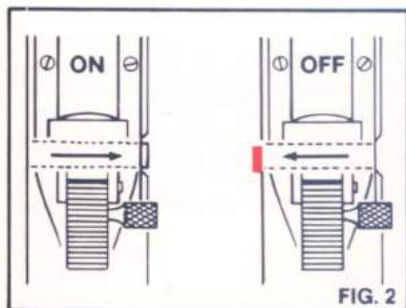
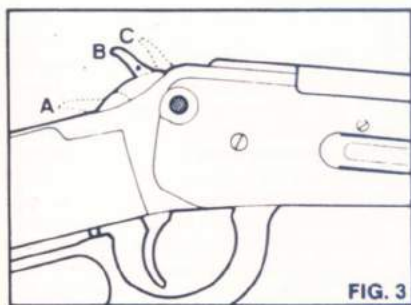
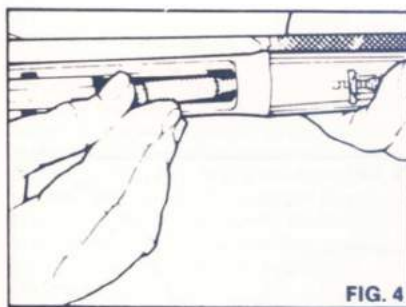
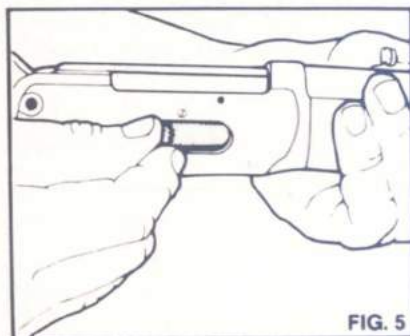

FIG. 2
FIG. 3
FIG. 4
FIG. 5
First, with the gun pointed in a safe direction place the manual hammer stop in the "on" position by pushing it from left to right (Figure 2) until the red "Warning" ring disappears. When the red ring is visible on the left side of the manual hammer stop, it is in the "off" position. The manual hammer stop can be actuated with the hammer in any position.
Now cock the hammer by swinging the lever down and back (Figure 3 position A). Then, firmly hold the hammer back with your thumb. While holding the hammer apply just enough pressure on the trigger and finger lever to release the hammer from the full-cock position. Immediately remove your finger from the trigger and slowly and carefully allow the hammer to lower into the "safety" rebound position (Figure 3 position B).
L'arme étant pointée en direction sûre, engagez d'abord l'arrêteur manuel du chien en poussant à fond la barre de la gauche vers la droite (Fig. 2), faisant ainsi complètement disparaître l'anneau avertisseur rouge. Quand l'anneau rouge est visible sur le côté gauche, le chien est libre. L'arrêteur manuel du chien peut être engagé quelle que soit la position du chien. Maintenant, armez la carabine (position A, Fig. 3) en abaissant le levier de sous-garde et en le ramenant vers le haut. Pour mettre le chien à la position de sûreté du "rebondi" (mi-armé), maintenez d'abord le chien fermement avec votre pouce, puis appliquez sur la détente la pression qui est nécessaire pour relâcher le chien de sa position armée. Otez immédiatement votre doigt de la détente et, tout doucement et avec précaution, laissez le chien s'abaisser en position de sûreté du "rebondi" (position B, Fig. 3).
**HOW TO LOAD** — Use the correct ammunition referenced by the inscription on the barrel. Before loading your gun be sure all grease and oil has been removed from the barrel and chamber, and there is no obstruction. The chamber may be loaded by placing a cartridge directly into the chamber through the opened action (Figure 4), or by transferring a cartridge that was previously loaded into the magazine (Figure 5) to the chamber by operating the finger lever. In either case, always place the manual hammer stop in the "on" position (Figure 2), and the hammer into the safety (rebound), position upon closing the action (Figure 3 position B).
— Employez toujours des munitions du calibre qui est indiqué sur le canon de la carabine même. Avant de charger la carabine, assurez-vous que le canon et la chambre sont propres, sans graisse ni huile, et sans obstruction. La chambre peut être chargée en plaçant une cartouche directement dans la chambre lorsque le mécanisme est ouvert (Fig. 4) ou en transférant à la chambre à l'aide du levier de sous-garde une cartouche emmagasinée auparavant (Fig. 5). Dans les deux cas, après avoir fermé l'action, engagez toujours l'arrêt manuel du chien (Fig. 2) et mettez le chien en position de sûreté du "rebondi" (mi-armé) (position B, Fig. 3).
**TO LOAD THE MAGAZINE** — The magazine is loaded through the port on the right side of the receiver. **With the action closed, the manual hammer stop in the "on" position and the hammer in the safety (rebound) position**, press the spring cover inward with the tip of the first cartridge until all but the rim has entered the loading port (Figure 5). Then, insert the next cartridge in the same manner, pushing the preceding cartridge into the magazine. Repeat this procedure with each cartridge, but push the last cartridge past the end of the spring cover, allowing the cover to snap closed. Do not exceed the recommended capacity of the magazine.
**POUR APPROVISIONNER LE MAGASIN** — Le magasin se charge par la fenêtre qui se trouve sur le côté droit de la culasse. **Le mécanisme étant fermé, l'arrêt manuel du chien engagé, et le chien en position de sûreté du "rebondi" (mi-armé)**, appuyez sur le couvercle à ressort avec le bout de la cartouche, et poussez-la vers l'avant sans l'introduire complètement (Fig. 5). Introduisez la cartouche suivante de la même manière, ce qui poussera la première cartouche dans le magasin. Répétez cette opération avec chaque cartouche, mais en poussant complètement la dernière cartouche par l'ouverture, ce qui obligera le couvercle à ressort à se fermer. Ne pas dépasser la capacité recommandée pour le magasin.
**HOW TO OPERATE** — With a loaded cartridge in the chamber, **the manual hammer stop in the "on" position, the hammer in the safety (rebound) position and your finger off the trigger**, firmly position your thumb on the hammer spur and draw the hammer back to the full-cock position (Figure 3 position A). Place the manual hammer stop in the "off" position (Figure 2) by pushing it from right to left. Your rifle is now ready to fire. Firmly shoulder your gun, take aim and when on target pull the trigger.
To chamber another round for the next shot, swing the finger lever down extracting and ejecting the fired cartridge case from the chamber. The closing of the action will transfer a new cartridge from the magazine to the chamber, leaving the hammer in a cocked "ready to fire" position (Figure 3 position A). **When through firing always place the manual hammer stop in the "on" position (Figure 2), and the hammer in the safety (rebound) position (Figure 3 position B).**
**POUR TIRER** — Une cartouche se trouvant logée dans la chambre, **l'arrêt manuel du chien engagé, le chien en position de sûreté du "rebondi" (mi-armé)** et votre doigt hors de la détente, placez votre pouce fermement sur l'ergot du chien et amenez-le en arrière en position armée (position A, Fig. 3). Dégagez l'arrêt manuel du chien en le poussant à fond de la droite vers la gauche (Fig. 2). Votre carabine est prête à tirer. Epauliez fermement votre carabine, visez la cible et pressez sur la détente.
Pour mettre une autre cartouche dans la chambre, pivotez tout simplement le levier de sous-garde vers le bas, ce qui extrait et rejette la douille de la cartouche que vous venez de tirer. La fermeture du mécanisme va transférer une autre cartouche du magasin à la chambre, tout en laissant le chien en position armée (position A, Fig. 3). **Lorsque vous avez fini de tirer, engagez toujours l'arrêt manuel du chien (Fig. 2) et ramenez le chien avec précaution vers l'avant en position de sûreté du "rebondi" (mi-armé, position B, Fig. 3).**
— Place the manual hammer stop in the "on" position (Figure 2) by pushing it from left to right. Next, with the gun pointed in a safe direction and your finger off the trigger, swing the finger lever downward removing the cartridge from the chamber. Then proceed to operate the finger lever in the same manner transferring all the remaining cartridges from the magazine to the chamber and out.
**POUR DESAPROVISIONNER LA CHAMBRE ET LE MAGASIN** — Engagez l'arrêtoir manuel du chien en poussant à fond la barre de la gauche vers la droite (Fig. 2). Ensuite, la carabine étant pointée dans une direction sans danger et votre doigt hors de la détente, pivotez le levier de sous-garde vers le bas, ce qui enlève la cartouche de la chambre. Continuez de la même façon pour transférer toutes les cartouches du magasin vers la chambre et pour les éjecter ensuite.